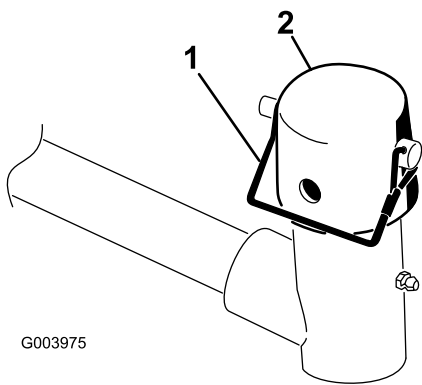

Figura 9
- Retire o pino de encaixe e tampa da forquilha da articulação do braço de elevação (Figura 9).
11. Prenda a tampa e o veio da estrutura de suporte à forquilha do braço de elevação com o pino de encaixe (Figura 9).